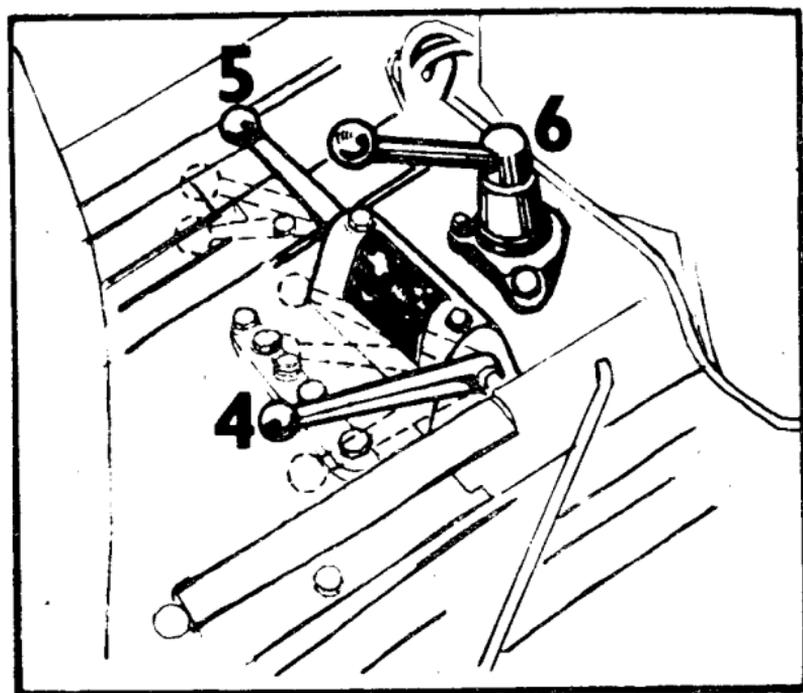

Fig. 4
Position supérieure — embrayage de l'arbre de prise de force est dégagé. Il est possible d'effectuer le débrayage à main à courte durée (désaccouplement de l'embrayage). Au débrayage de l'arbre de prise de force permanent se servir du levier de changement gauche se trouvant sur le couvercle de la boîte de vitesses (fig. 4/4).
4. Levier de changement de l'arbre de prise de force et de relevage hydraulique (fig. 4/4)
5. Levier de changement des vitesses réduites et routières (fig. 4/5)
6. Manette de commande de prise de force (fig. 4/6) (seulement sur les tracteurs Z 6911—Z 6945 avec la cabine de sécurité)